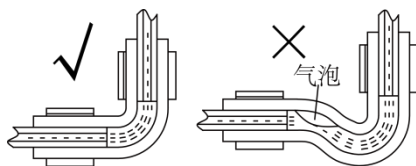

图15
3.5.5 燃油管与油泵、主机进油管、吸油管等件的连接处，应使用橡胶燃油连接管。对接处应严密无缝隙(见图15)，**燃油管剪裁(必须用刀片，不允许用剪刀或钳子)后保证管口形状平整，不影响油量。**